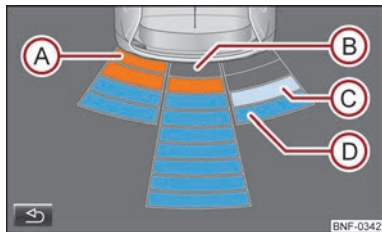

Fig. 62 Visning af det optiske parkeringssystem på skærmen
- Ⓐ En forhindring, der registreres i kollisionsområdet, vises ved hjælp af det orange segment ⇒ Fig. 62. **Kør ikke videre!** ⇒ ⚠.
- Ved at trykke på funktionsknappen  på navigationssystemets skærm ⇒ Fig. 62.